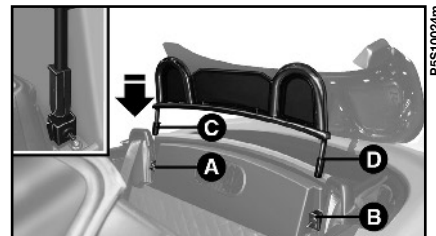

fig. 70
Posizionato dietro i sedili **fig. 70**, migliora il comfort di marcia a tutte le velocità limitando la turbolenza dell'aria che si viene a creare all'interno dell'abitacolo nella guida "a cielo aperto".
3) Inserire le estremità del wind stop **C** e **D** fig. 70 all'interno delle staffe fissate in precedenza prestando attenzione che la copertura del wind stop stesso sia rivolta verso la parte posteriore della vettura.